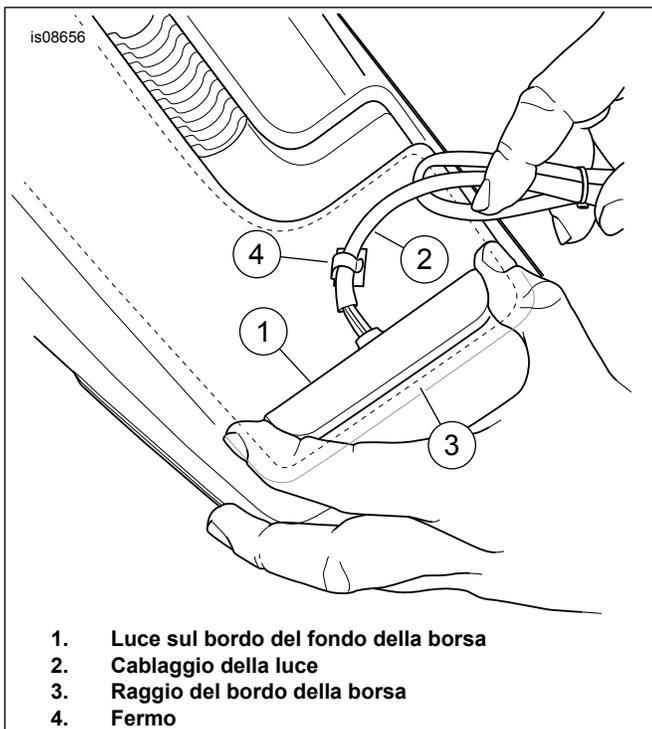

Figura 1. Installare la luce sul bordo del fondo della borsa
5. Vedere Figura 1. Con il rivestimento della parte posteriore adesiva ancora al proprio posto, controllare la collocazione di una luce sul bordo:
- a. allineare la luce sul bordo del fondo della borsa (1) con il bordo del raggio (3) sul fondo della borsa.
10. Vedere Figura 1. Bloccare il cablaggio (2) vicino alla luce del bordo con un fermo di ritegno (4).